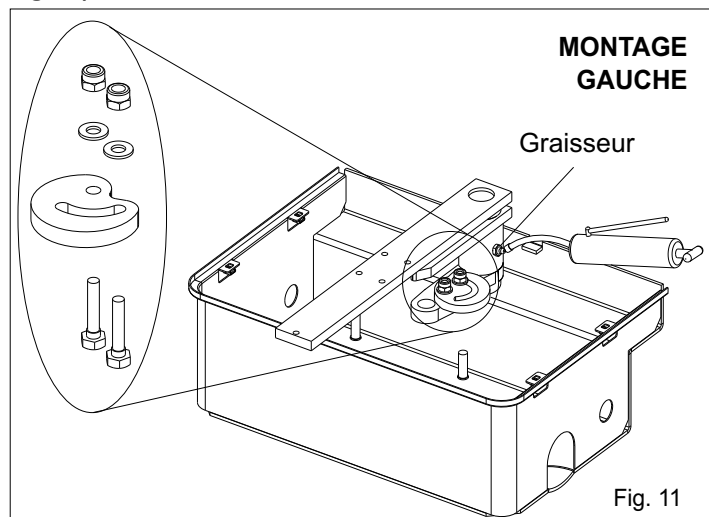
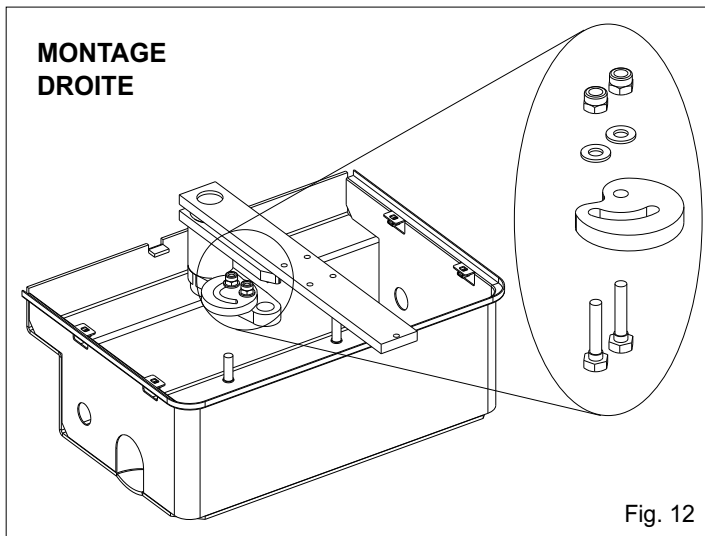

Fig. 11
Fig. 12
2.7. Insérer la came de fin de course à l'ensemble manivelle et fixer la avec les vis spéciales (montage à gauche Fig. 11, montage à droite Fig. 12)
Dans la mise en fonction de l'installation il est impératif de lubrifier la caisse comme en Fig. 11 jusqu'à l'écoulement de la graisse. (Utiliser du gras DIN 51502 KP 2 N-20 - K 2 K-20).